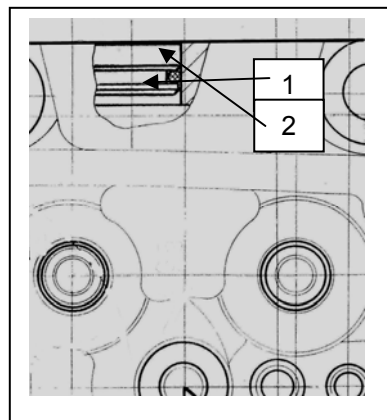

Рис. 3.15 – Установка заглушек
2. Установить на заглушки уплотнительные кольца (2) (рис. 3.15), смазать их маслом;
3. Установить в головку 4 заглушки (1) (рис. 3.15) с помощью оправки “заподлицо” с торцом головки.